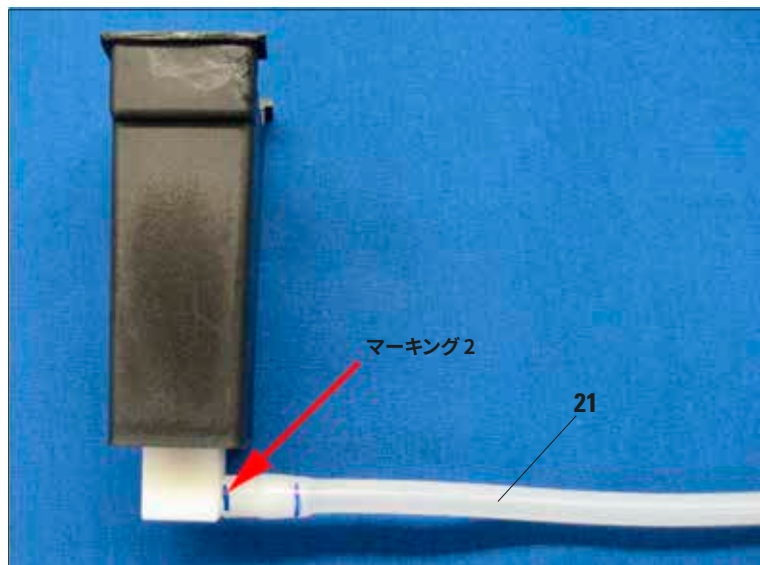

図 26
- 次にホース（21）をコネクタにねじ込むようにして、ホース端部がコネクタ側面に密着するまで押し込みます（図 26）。